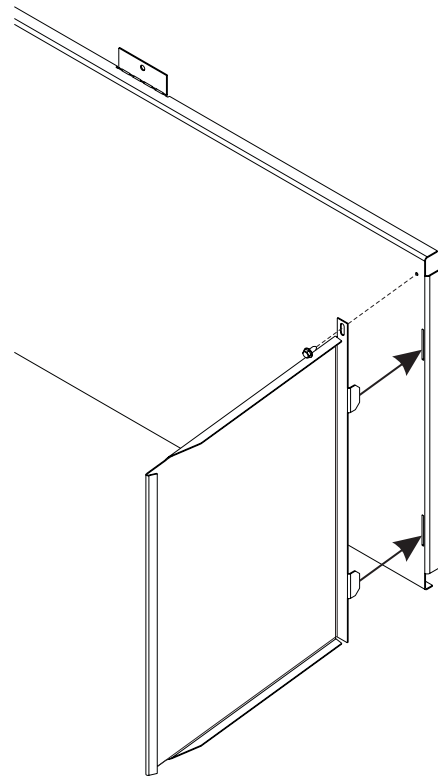
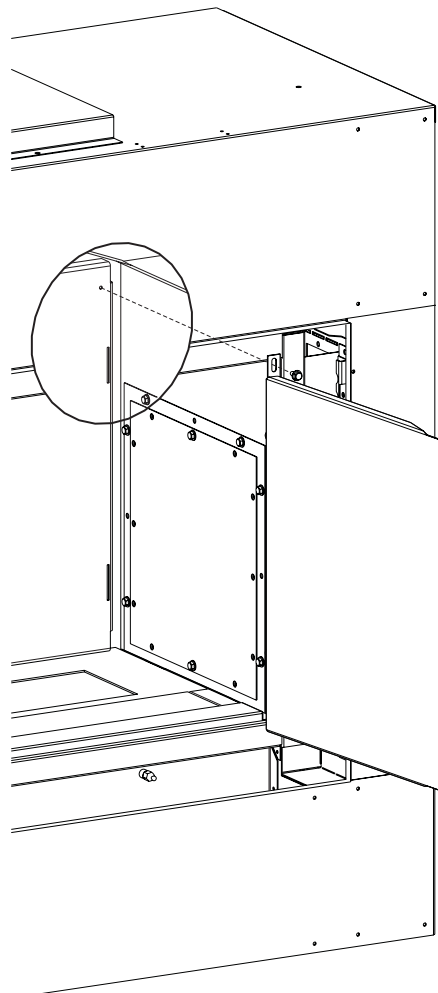
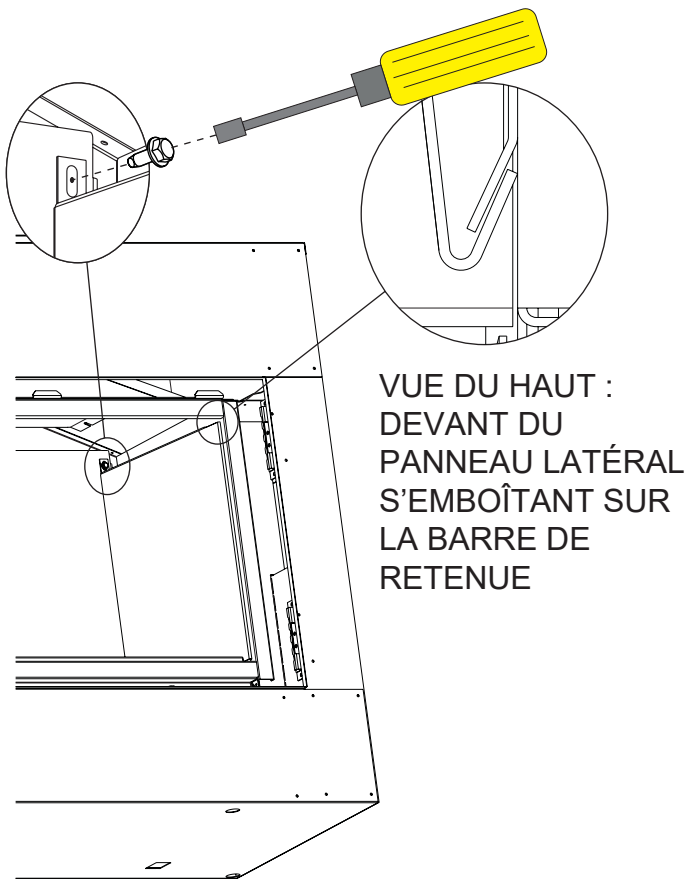

Figure 6
Figure 7
Figure 8
10. Avant de remonter le panneau latéral droit, s'assurer que l'isolant est bien attaché au dos du panneau. Pour monter le panneau latéral droit, le placer de façon à aligner les deux languettes arrière sur les deux fentes du côté droit du panneau arrière. **Voir Figure 6.** Tenir l'avant du panneau contre la barre de retenue latérale, puis décaler le panneau latéral de façon à engager les languettes dans les fentes. En même temps, engager le bord replié avant du panneau latéral sur la barre de retenue latérale. **Voir Figure 7.** Une fois le panneau en position correcte, poser une (1) vis de 5/16 X 1/2 po à travers la languette allongée sur le dessus et dans l'avant-trou dans le coin supérieur droit du panneau-garniture arrière. **Voir Figure 8.**